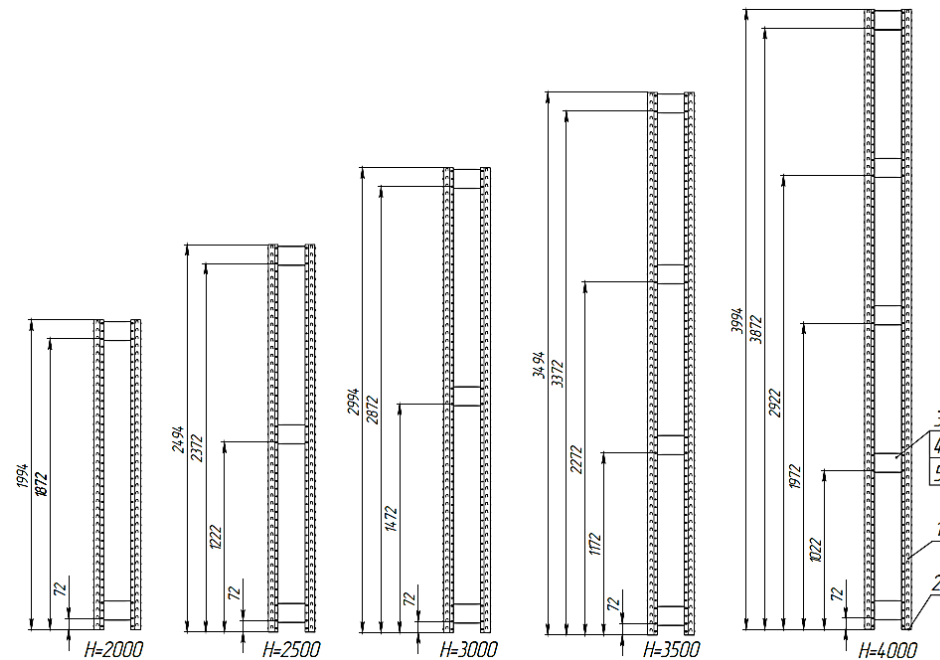
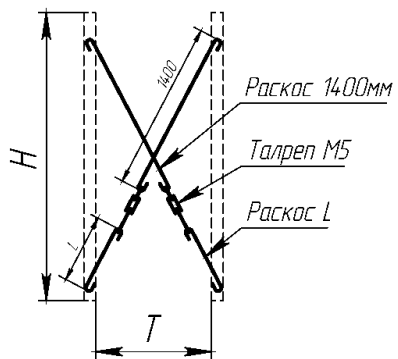
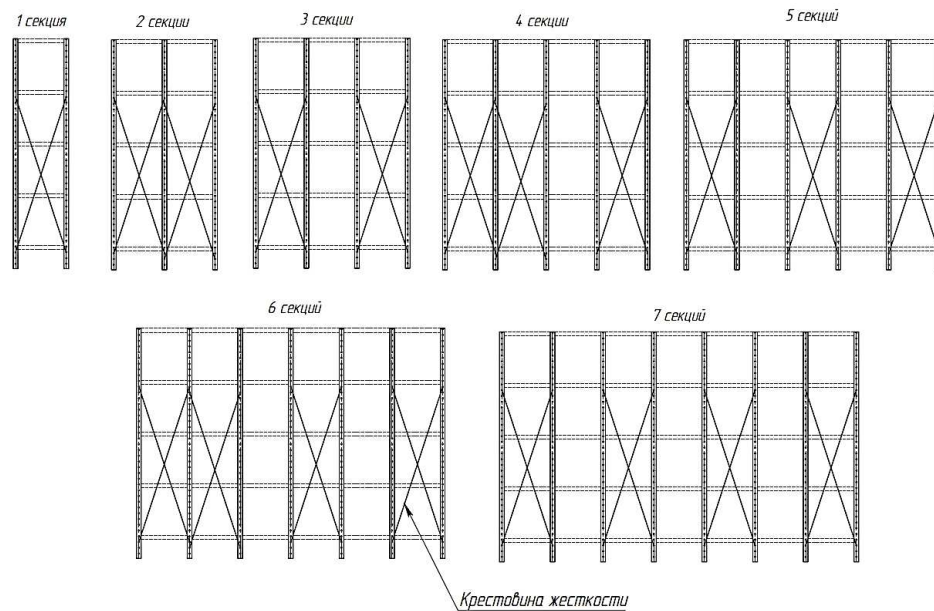
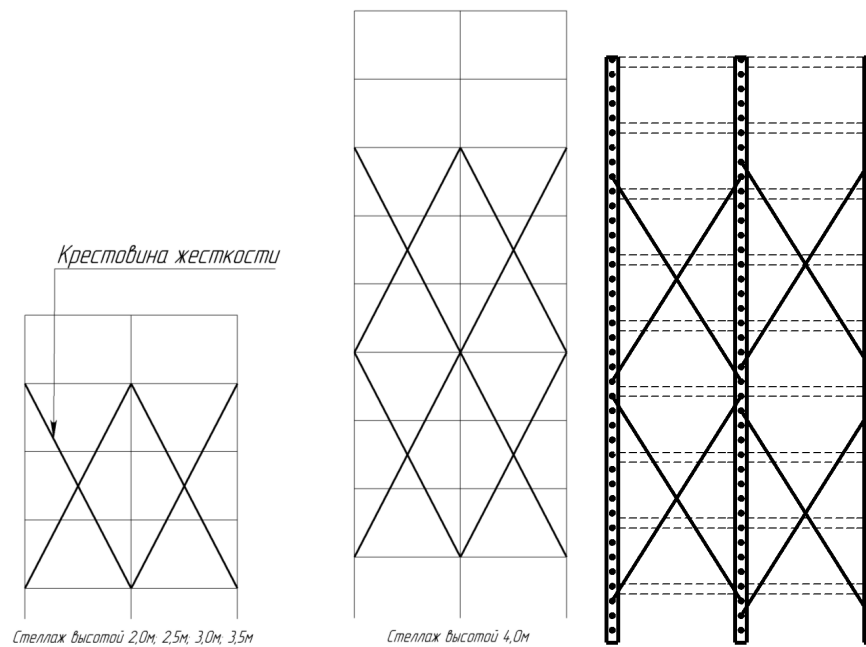

Рис. 3 – Схема установки стяжек поперечных для рам разной высоты
Рис. 4 – Схема сборки крестовины жесткости
Рис. 5 – Схема установки крестовин жесткости
Рис. 6 – Схема расположения крестовин жесткости и их крепление на стойках
- 3.2.2. В зависимости от высоты стоек установите необходимое количество и на необходимой высоте стяжки поперечные (поз. 3) с помощью болтов М6х12 (поз. 4) и гаек М6 (поз. 5). Схема установки стяжек изображена на рис. 3. Расстояния для установки стяжек указаны от нижнего торца стойки до нижнего отверстия стяжки;
- 3.4. После установки полок произведите установку раскосной системы (крестовин жесткости), согласно рис. 4; Крестовина жесткости состоит из двух раскосов и одного талрепа (рис. 4);
- 3.5. При многосекционном стеллаже, поставьте дополнительную раму и установите нижнюю и верхнюю полки. Повторите этот пункт необходимое число раз. В данном случае одна рама служит опорой для двух секций (рис. 5)
- 3.6. В соответствии с рис. 3; рис.4; рис.5; рис.6 установите необходимые стяжки и крестовины жесткости;